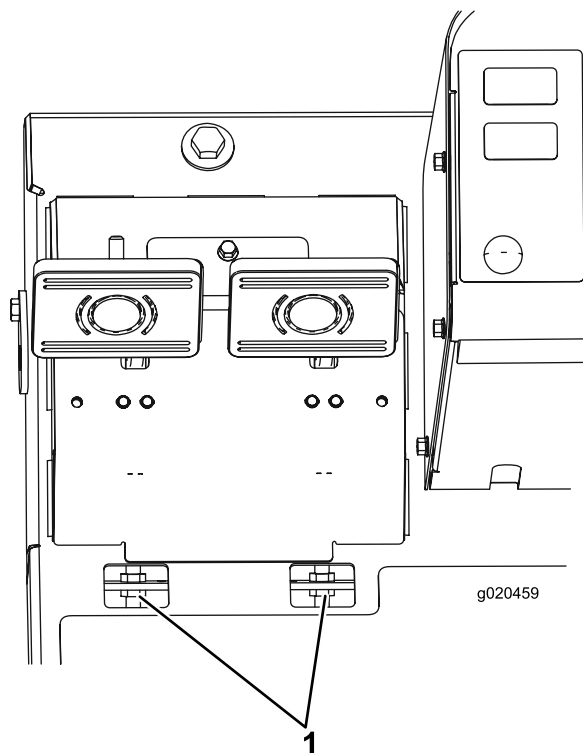

Figura 71
- B. Allentate il dado anteriore sull'estremità filettata del cavo del freno (Figura 71).